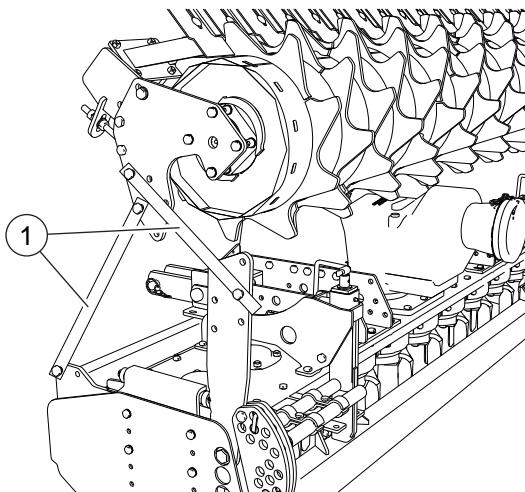
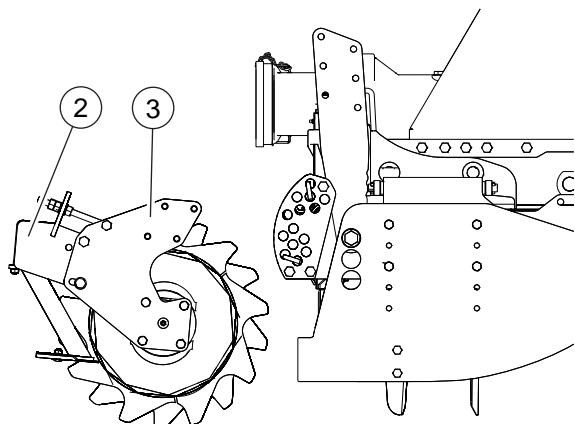

FIG. 9
FIG. 10
La máquina puede ser enviada con el rodillo desmontado de sus soportes y montado sobre soportes de hierro (1, "Fig. 9") situados en la máquina.
- Desenroscar los tornillos que fijan los soportes (1, "Fig. 9") al rodillo.
- Bloquear la roteación de la barra porta-rascadores (1).
- Apoyar el rodillo en el suelo con las placas de soporte (2, "Fig. 10") ya direccionaladas en posición de montaje.